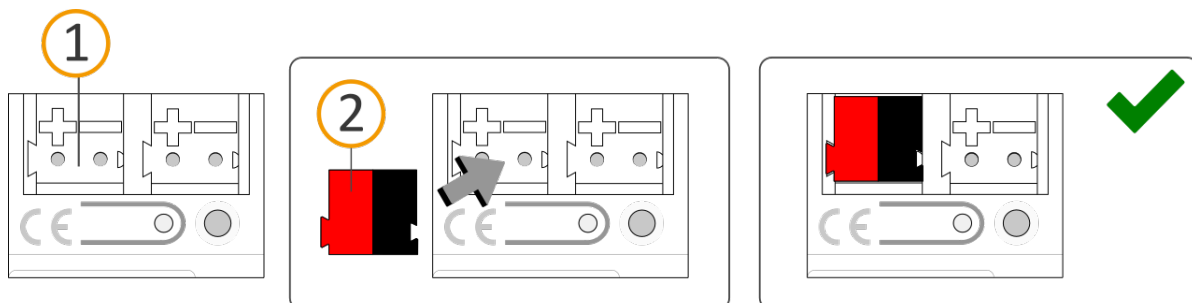

Abbildung 8: Busleitung anschließen
2. Verbinden Sie die KNX/TP-Busleitung (nachfolgend Busleitung genannt) mit dem KNX Anschluss des Geräts (siehe Abbildung 8, Pos. 1) mittels beigefügter Busanschlussklemme (siehe Abbildung 8, Pos. 2). Polung: links/rot: „+“, rechts/schwarz: „-“.
- a. Stecken Sie die Busanschlussklemme (siehe Abbildung 8, Pos. 2) auf.